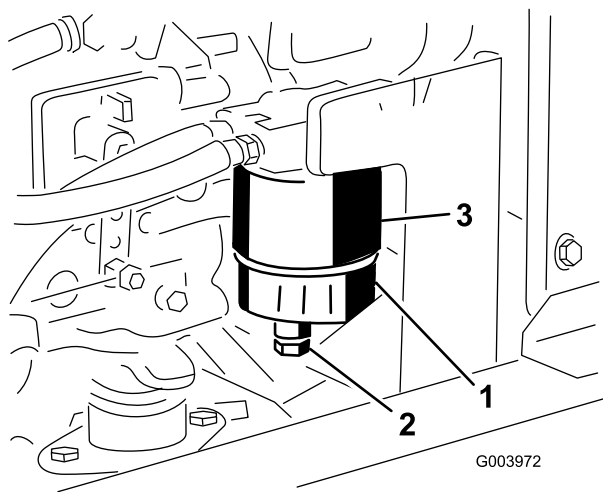

Figura 63
Spurgate l'acqua e altre sostanze contaminanti dal separatore di condensa (Figura 63).
2. Allentate il tappo di spurgo situato nella parte inferiore della scatola del filtro e lasciate che si spurghi (Figura 63).
Sostituite la scatola del filtro (Figura 63) ogni 400 ore di servizio.
1. Pulite la superficie circostante la scatola del filtro (Figura 63).